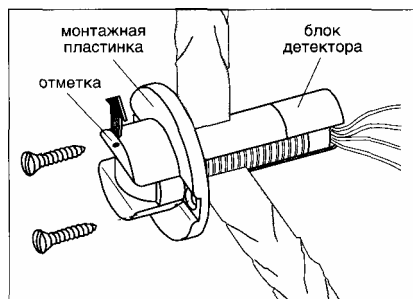

Рисунок 4. Установка модели 007.3
- Установите на горизонтальную линию отверстия для винтов на монтажной пластинке и убедитесь, что отметка на передней части блока детектора находится сверху (Рисунок 4).
- Держа блок детектора за монтажную пластинку, вставьте его, начиная с задней части, с отметкой на передней части сверху, в отверстие (Рисунок 4).